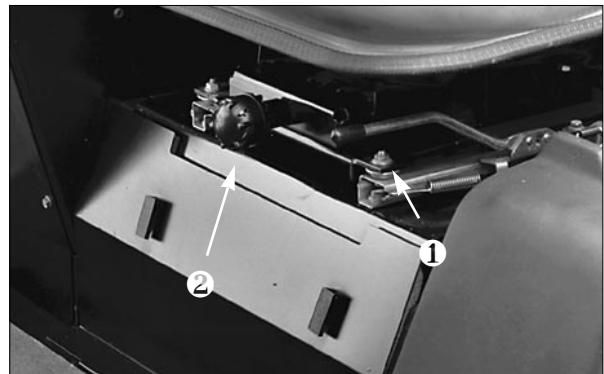

Fig. 15
**Sedile** (Fig. 15)—La leva di regolazione del sedile, posta a sinistra